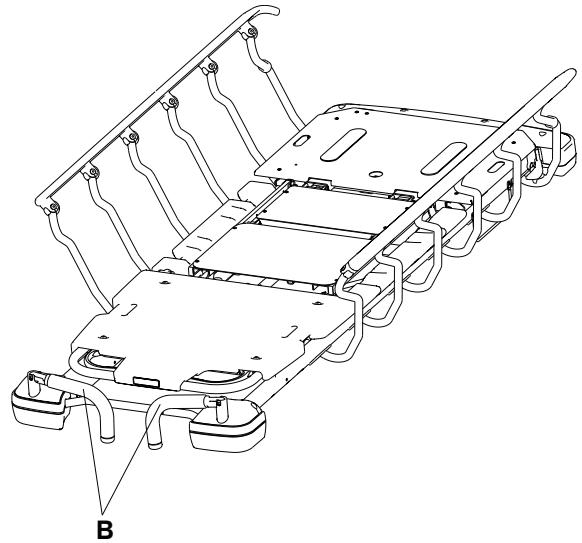

图 10 – 收起头端推动把手
3. 采取相反的操作步骤收起头端推动把手(B) (图 10)。